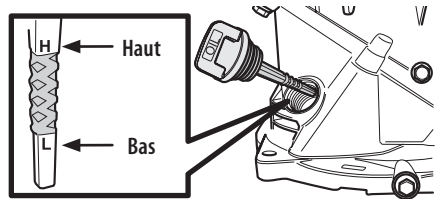
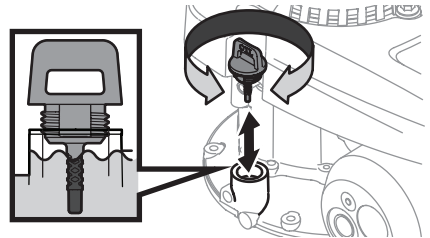

Figure 2
Figure 3
1. Retirez le bouchon et essayez la jauge. Voir Figure 2 ou Figure 3 selon l'angle du col de remplissage.
- Col de remplissage incliné (Figure 2) : Retirez le bouchon de remplissage. S'il n'y a pas assez d'huile, ajoutez lentement de l'huile jusqu'à ce que le niveau soit entre les repères haut (« H ») et bas (« L »).
- Col de remplissage vertical (Figure 3) : Retirez le bouchon de remplissage. S'il n'y a pas assez d'huile, ajoutez lentement de l'huile jusqu'au repère supérieur de la jauge.